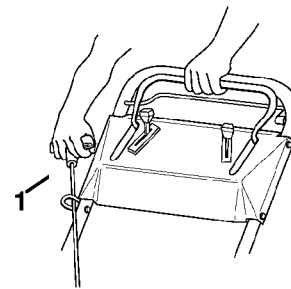

Figure 48
2. Faire tourner plusieurs fois lentement le moteur en tirant sur le cordon du démarreur pour répartir l'huile (Fig. 48).